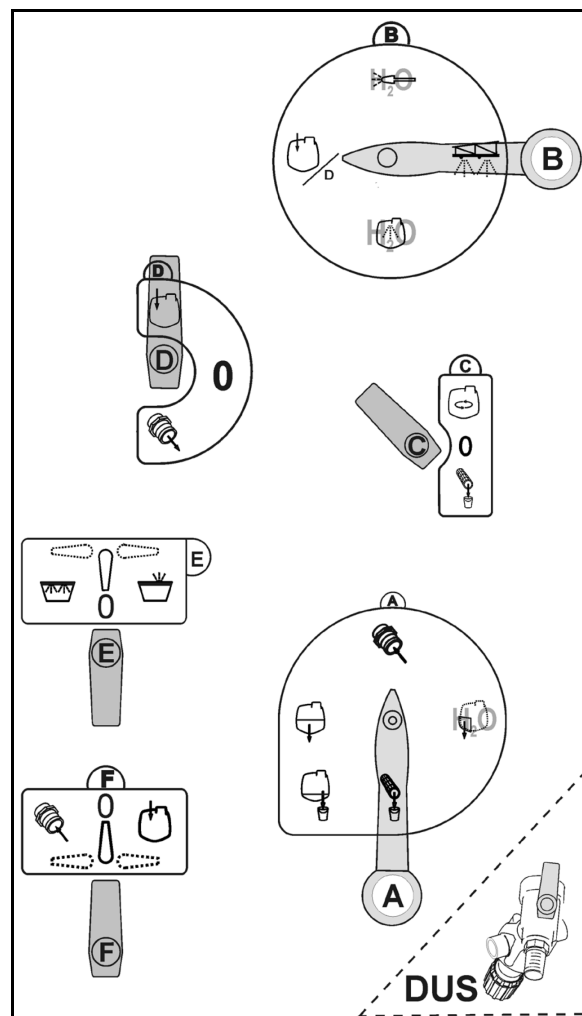

Fig. 15
1. Accouplez le raccord (Fig. 15/1) de la cuve frontale au raccord de remplissage (Fig. 15/2).
2. Placez le robinet sélecteur sur la cuve frontale (Fig. 15/3) en position **X**.